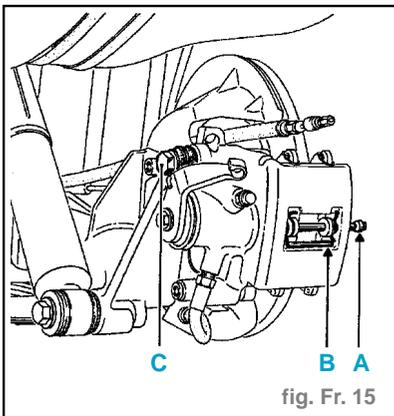

fig. Fr. 15
- l'axe de maintien des plaquettes (**A**) avec un chasse-goupilles, (fig. Fr. 15)
- Replacer l'étrier dans sa position de fonctionnement et monter la vis de fixation (**C**) de la colonnette primaire enduite de **Loctite FRENBLLOC** puis la serrer au couple. (fig. Fr. 15)
- Positionner l'axe de maintien (**A**) des plaquettes en le passant à travers les boucles du ressort (**B**). (fig. Fr. 15)
- la vis de colonnette primaire (C) et basculer l'étrier sur la colonnette secondaire, (fig. Fr. 15)